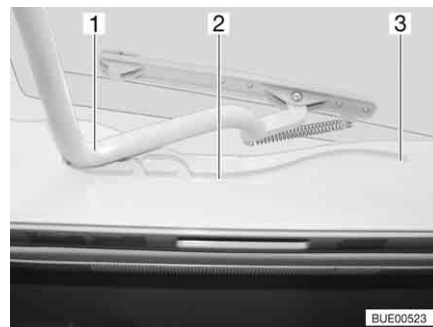

Bild 96 Heki-taklucka, spår
- Dra in bygel (Bild 96,1) i spåret (Bild 96,2) till den bakersta positionen (Bild 96,3).
- Tryck bygel (Bild 96,1) lätt uppåt med båda händerna.
- Drag bygel till önskad position i spåret (Bild 96,2).